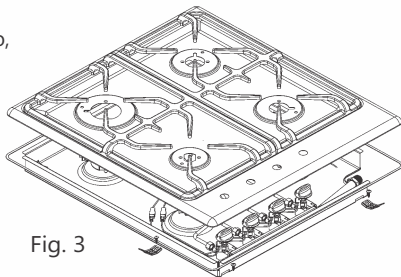

Fig. 3
- ✗ Retirar las rejillas de los quemadores y los difusores de los quemadores (Fig. 3).
- ✗ Retirar la plancha sacando los 8 tornillos que fijan los quemadores (Fig. 3).